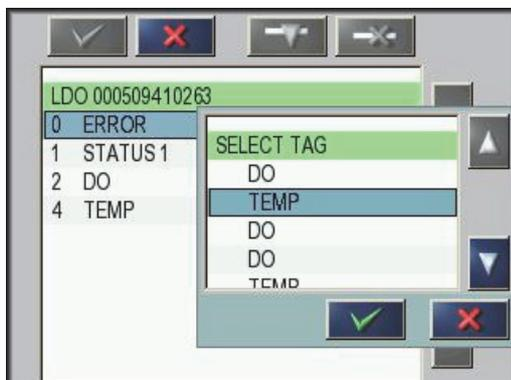

Abbildung 28 Eintrag wählen
5. Einen Eintrag auswählen (zum Beispiel Fehler oder Status) und **EINFÜGEN** drücken. Die Auswahlbox der Einträge mit allen für die Sonde/das Gerät verfügbaren Einträgen wird angezeigt (Abbildung 28) Fehler- und Statusregister sind für alle Sonden/Geräte identisch (Tabelle 2 und Tabelle 3).